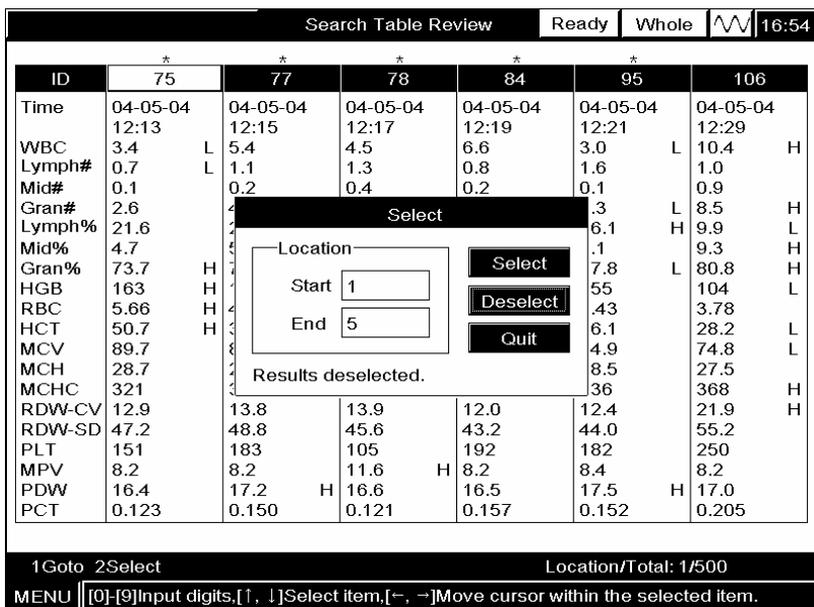

Abbildung 7-39 Auswahl der Probenergebnisse der Positionen 1–5 aufheben
**KLICKEN** Sie auf **“Auswahl aufheben”**, und in der unteren linken Ecke des **“Auswählen”**-Fensters wird **“Verworfenne Ergebnisse”** angezeigt, wie in Abbildung 7-39 dargestellt;